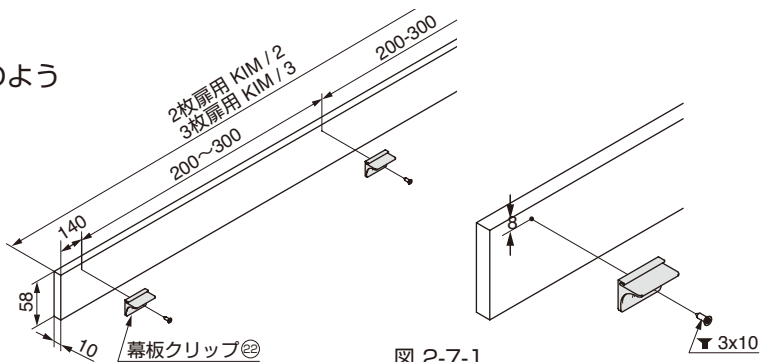

図 2-7-1
- (1)化粧板の裏側に、幕板クリップ⑳を図 2-7-1 のように止めてください。